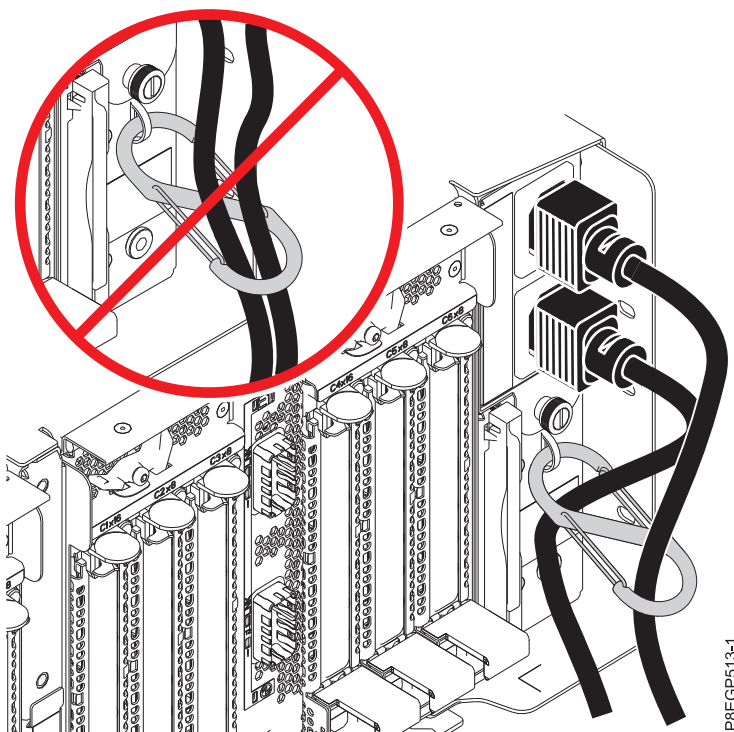

Figura 17. Cómo hacer pasar los cables de alimentación por el mosquetón y conectarlos a la fuente de alimentación
- b. Haga pasar los cables de alimentación por el mosquetón de forma que el módulo de despliegue de 6 ranuras PCIe3 o los módulos queden despejados. Consulte Figura 17 en la página 20.
- c. Conecte el otro extremo de los cables de alimentación a la fuente de alimentación en el cajón de expansión PCIe3 que está instalando. Consulte Figura 17.